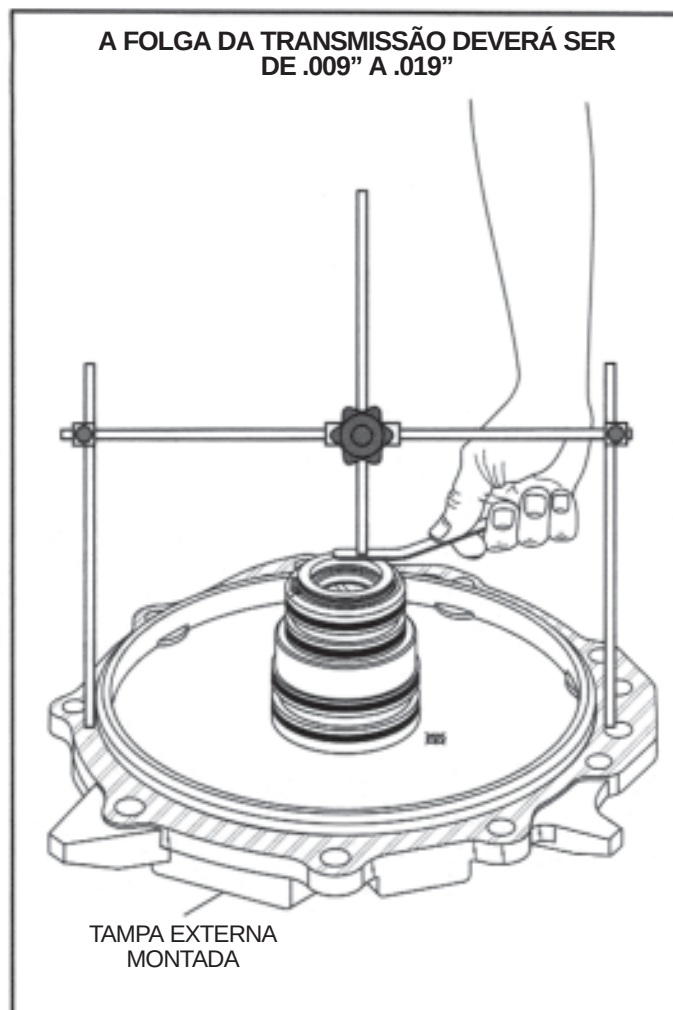

Figura 174
44. Vire o calibrador "H" para o outro lado e fixe-o na tampa externa, onde a pista seletiva e o rolamento já deverão estar posicionados (Vide Figura 174).
45. Faça a medição da folga entre a haste do calibrador e a superfície do rolamento, conforme ilustrado na Figura 174.
46. A folga deverá ser de .009" a .019", conforme ilustra do na Figura 174.